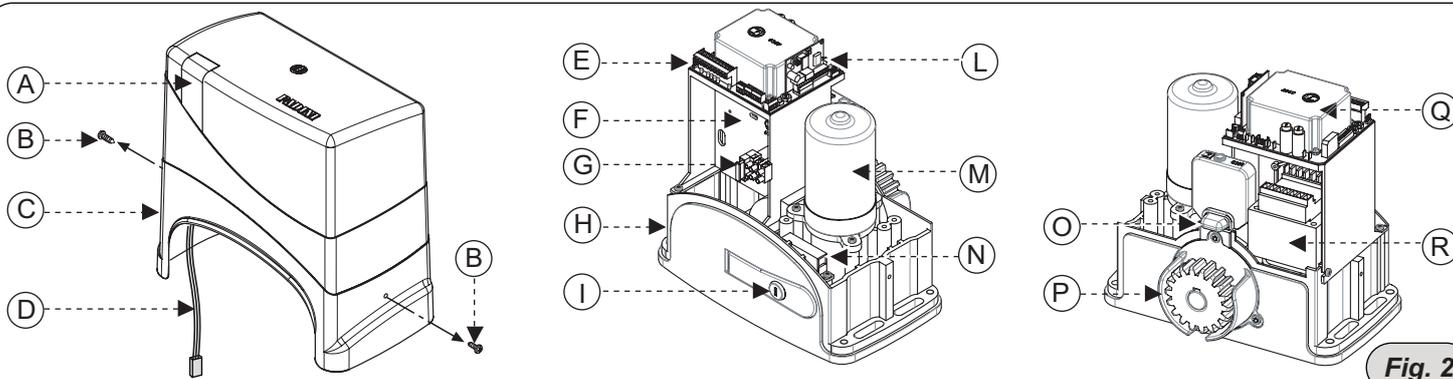

Fig. 2
- I** Distinta dei componenti principali di fig.2:
- D** Übersicht der grundlegenden Bauteile in Abb.2:
- Main component list for fig.2:
- Lista de los componentes principales ilustrados en la fig.2:
- F** Composants principaux (fig.2):